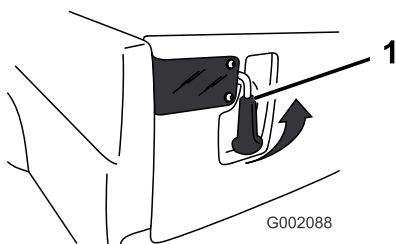

Bild 30
1. Heben Sie die Riegelgriffe an, um die Riegel an der hinteren Bordwand zu öffnen (Bild 30). Diese schnappen dann in Richtung der Mitte der hinteren Bordwand aus. Senken Sie die hintere Bordwand langsam ab.